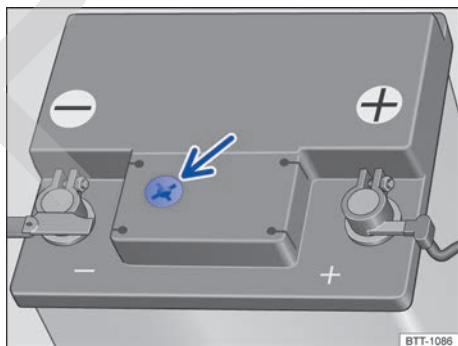

Fig. 225 Mirilla en la parte superior de la batería de 12 voltios (representación esquemática).
- Procure disponer de buena iluminación para poder distinguir bien el indicador de color en la mirilla redonda de la parte superior de la batería de 12 voltios → fig. 225 (flecha). No utilice nunca una llama desprotegida u objetos incandescentes para alumbrarse.